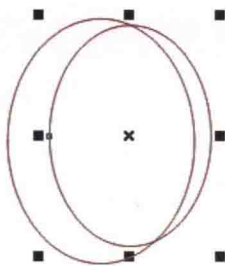
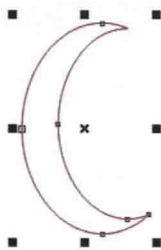

图1-7
图1-8
STEP 05 运用前面介绍的方法，绘制两个椭圆，调整其大小和位置，进行后减前操作，效果如图1-7和图1-8所示。